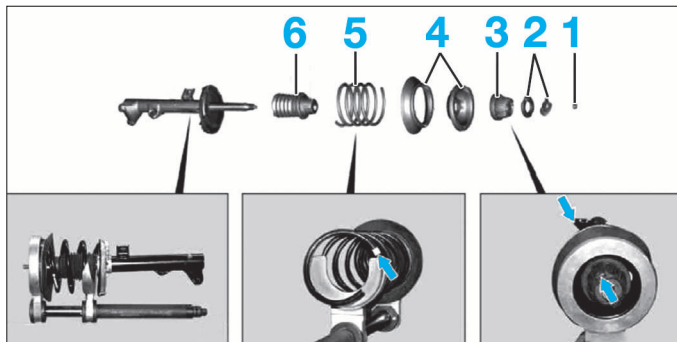

FIG. 11
- l'écrou de tige d'amortisseur (1) (Fig.11).
- les rondelles (2).
- la butée caoutchouc (3).
- les coupelles (4).
- le ressort (5).
- le soufflet de protection (6).